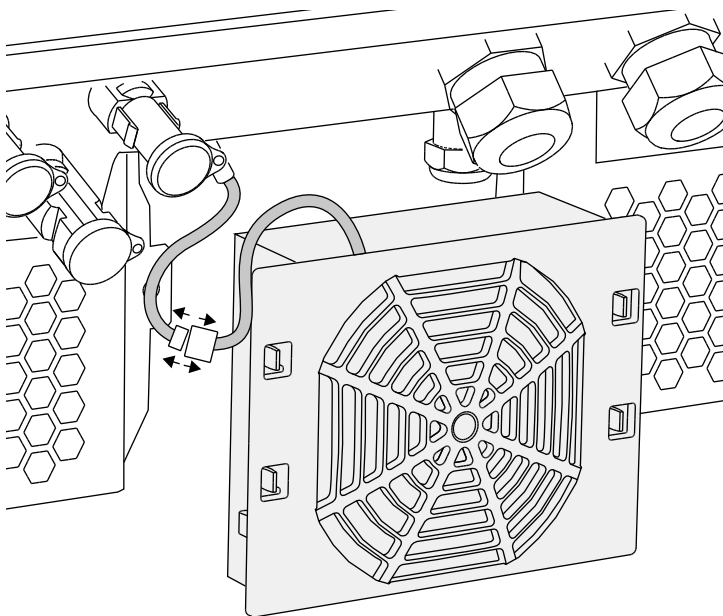

Abb. 62: Lüfterkabel abziehen
4. Lüftereinheit aus dem Gehäuse vollständig herausziehen. Dazu Steckverbindung des Lüfterkabels trennen.  **Abb. 62**